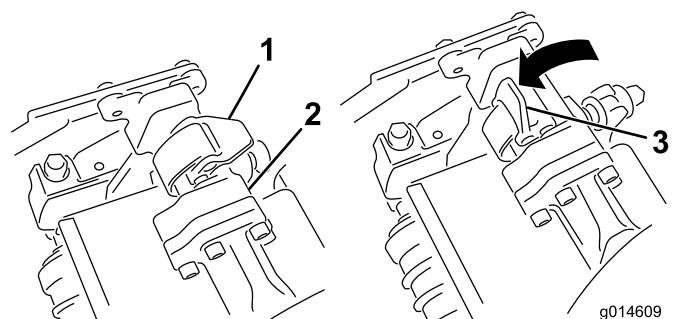
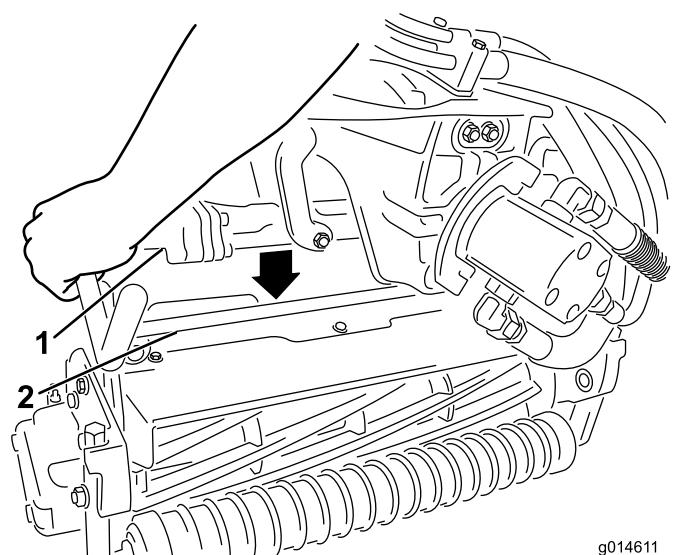

図 33
図 34
4. サスペンション・アームのバーについているラッチを上向き（開いた状態）にして（図 33）、サスペンション・アームを押し下げて、バーを、カッティングユニットのバーの上に被せるようにする（図 34）。
- ラッチを下げるとき、カッティングユニットのバーがロックされてユニットがアームにセットされる（図 33）。
5. 取り外したいカッティングユニットのサスペンション・アームのバーについているラッチを開く（図 33）。